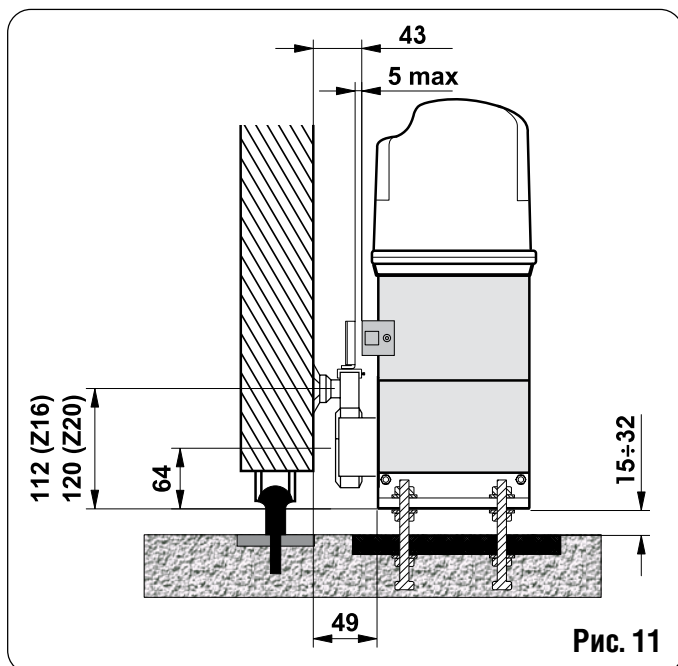

Рис. 11
- 4) Отрегулировать высоту опоры и расстояние до ворот по рис. 11.